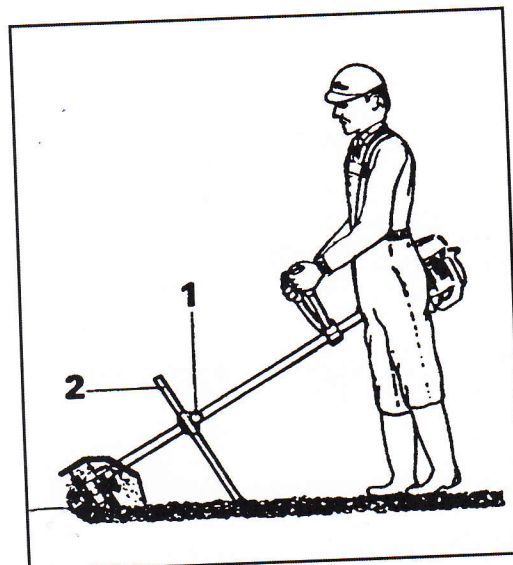

Fig. 4
注意! - 发动机的使用、调节和保养，请参阅割灌机的使用和保养手册中的说明。刀片2 (图4)对于控制打草头的前进和工作的深度是必要的。如果刀片调节良好，
可毫不费力地完全控制割灌机。使用 (图4): 将腰带在身上调节好 (请参阅割灌机的使用和保养手册)。
VARNING! - För användningen, inställningar och underhåll på motorn se **anvisningarna angivna i handboken för användning och underhåll**. Förskäret (2, Fig. 4) är nödvändigt för att kontrollera såväl kultivatorn som dess arbetsdjup. En korrekt inställning av förskäret ger dig full kontroll över maskinen utan ansträngning.
ANVÄNDNING (Fig. 4): anpassa selen till din kropp (**se handboken för användning och underhåll av trimmern**). Reglera förskäret (2) med kulgreppet (1). Gå framåt med små steg och flytta kultivatorn framåt och bakåt.